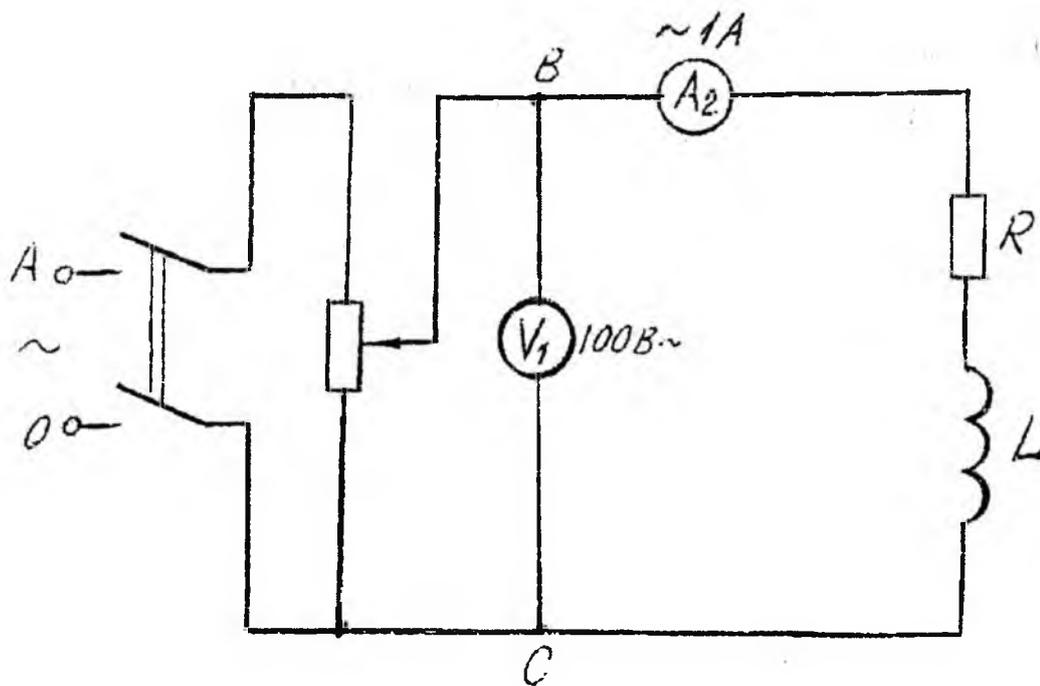

Рисунок 12 – Схема для исследования электрической цепи переменного тока с катушкой
1. Собрать эл. схему цепи, изображенную на рис.12.